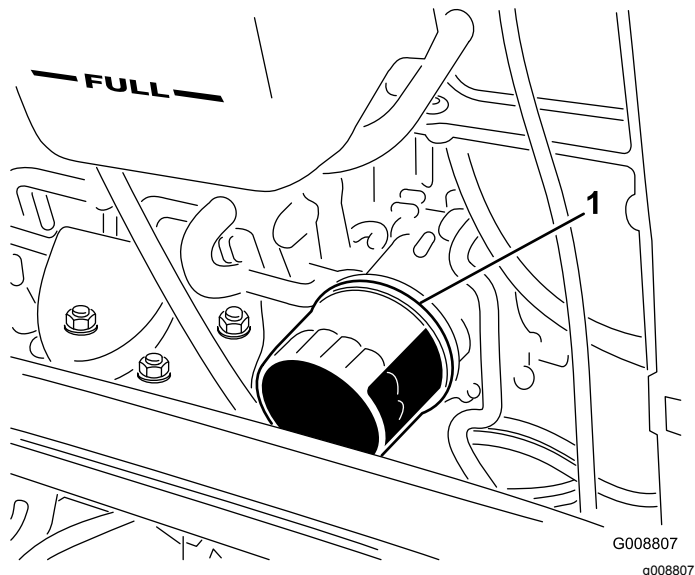

図 31
2. オイルフィルタ図 31 を外す。新しいフィルタのシールに薄くエンジンオイルを塗って取り付ける。締めすぎないように注意すること。